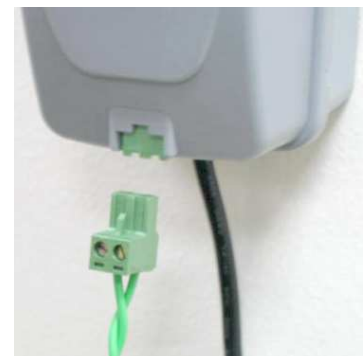

Bild 1.41
- Stecken Sie den Anschlussstecker in den Signalgeber (siehe Bild 1.41)